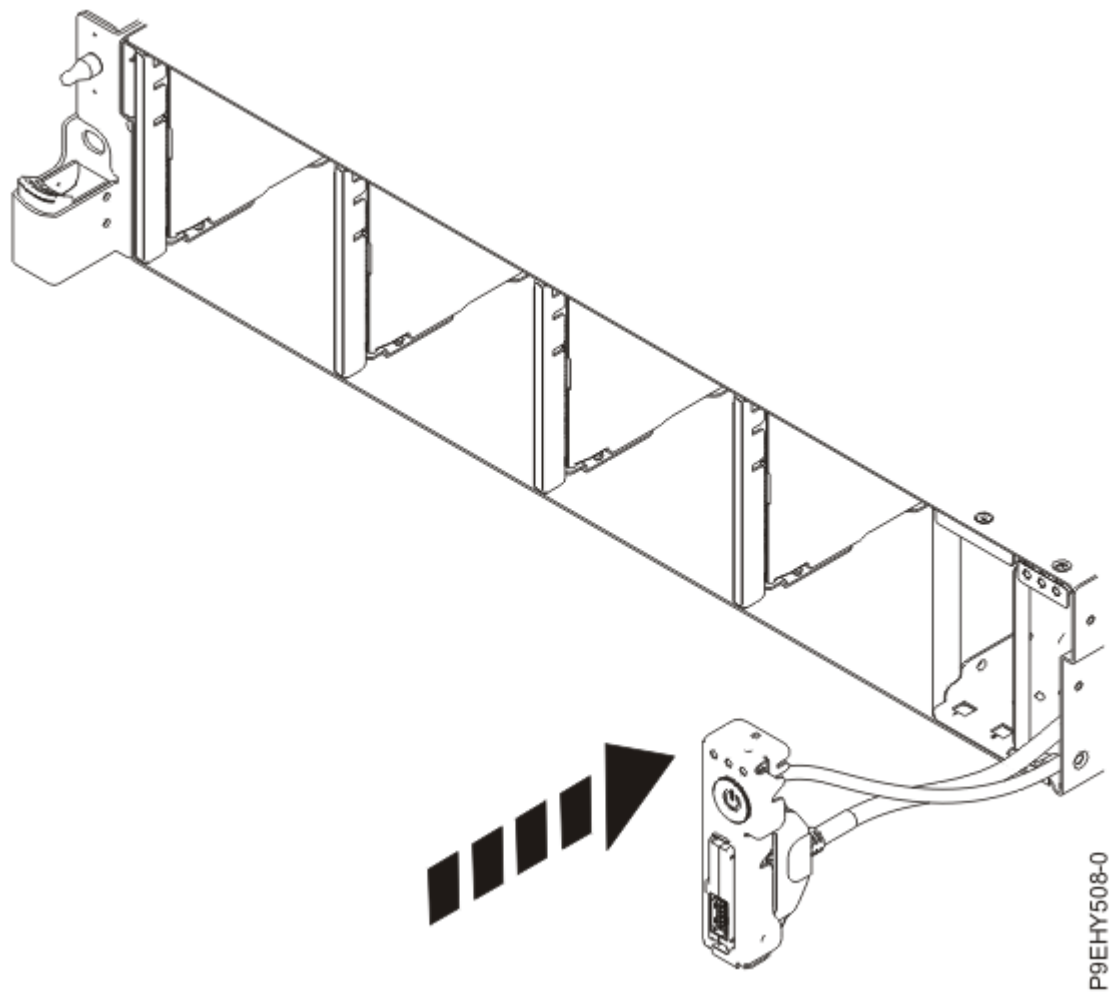

図 106. システム・バックプレーンへの前面 USB ケーブルの再取り付け
4. USB ケーブルおよび電源スイッチおよびケーブルをシステムに挿入します (129 ページの図 106 を参照)。ケーブルは慎重にシステム・バックプレーンを通して配線してください。